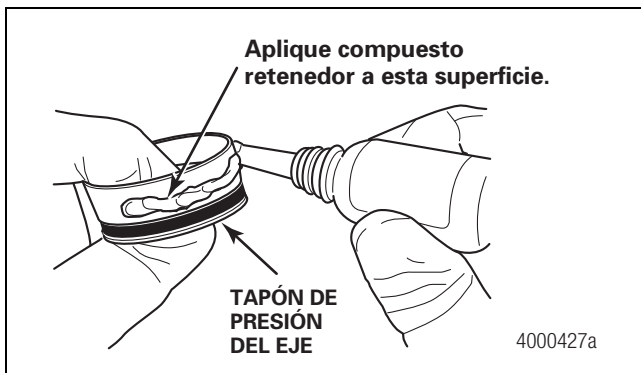

Figura 2.19
14. Póngase unos guantes de látex nuevos. Aplique uniformemente el compuesto retenedor aprobado incluido en el kit de instalación a la superficie EXTERIOR del tapón de presión del eje. El kit de instalación contiene suficiente compuesto retenedor para cuatro extremos de rueda. Divida equitativamente el material entre los extremos de rueda. El tapón de presión del eje debe instalarse en el transcurso de 10 minutos después de aplicar el compuesto retenedor a fin de asegurar que el compuesto se endurezca correctamente. Loctite® 620, 3M RT20 y PermaBond HH 0040 son todos los compuestos retenedores aprobados. Figura 2.19.